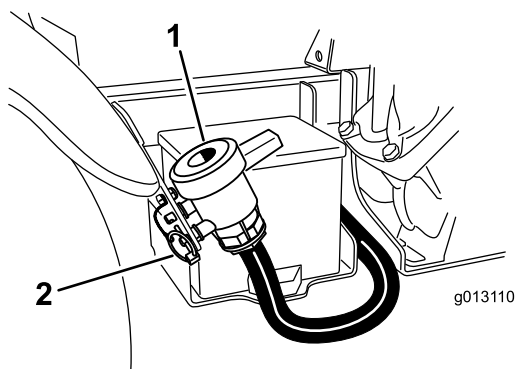

Figura 25
2. La valvola di spurgo del serbatoio è situata sul lato destro della macchina (Figura 25). La valvola è sulla staffa del parafrangente accanto alla batteria.